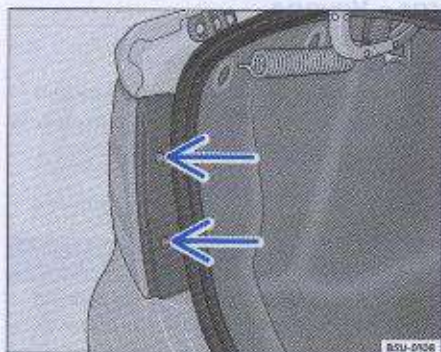

Fig. 149 Remoción de la luz trasera en la carrocería
- Remover los tornillos de fijación ⇒ página 216, fig. 149 -flechas-.
- Instale los tornillos de fijación ⇒ página 216, fig. 149 -flechas-.